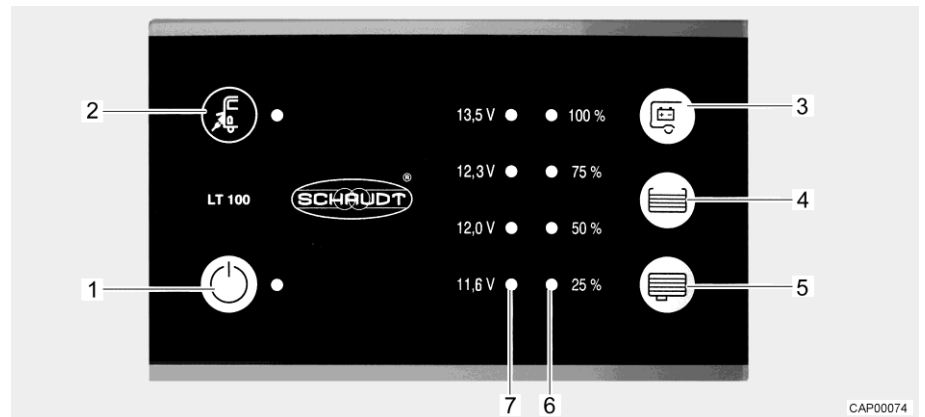

Bild 63 Panel (LT 100)
Den gula lysdioden lyser vid symbolen nätanslutning "⚡" (Bild 63,2) när fordonet är anslutet till en extern nätanslutning. Lysdioden lyser då också med avstängd panel.
Med huvudbrytaren 12 V (Bild 63,1) kopplas panelen och bodelens 12 V-försörjning till eller från.
- Slå på: ■ Tryck på knappen "⏻" (Bild 63,1): 12 V-försörjningen för bodelen är påslagen. Lysdioden lyser grönt.
- Slå från: ■ Tryck på knappen "⏻" (Bild 63,1) på nytt: 12 V-försörjningen för bodelen är avstängd. Lampan släcks.
Lysdiodskalan (Bild 63,7) visar batterispänningen för bodelsbatteriet enligt följande:
- Tryck ner knapp " " (Bild 63,3): Bodelsbatteriets spänning visas.
Lysdiodskalan (Bild 63,6) visar fyllnivån i färskvattentanken eller avloppstanken.
Visa nivå: Tryck ner knapp "☰" (Bild 63,4): Färskvattentankens fyllnadsnivå visas med hjälp av lysdiod.
Tryck ner knapp "☰" (Bild 63,5): Avloppstankens fyllnadsnivå visas med hjälp av lysdiod.